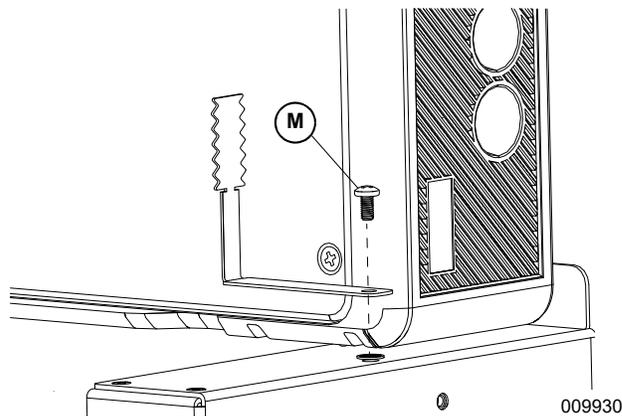

Figure 4-19. Pose des pattes de mise à la terre inférieures
1. Voir **Figure 4-19**. Poser deux pattes de mise à la terre en L (L) à la base du module sur les deux côtés.
2. Attacher chaque patte de mise à la terre avec une vis M4 x 8 mm SEMS (M) et serrer à un couple de 13 po-lb (1,47 Nm).